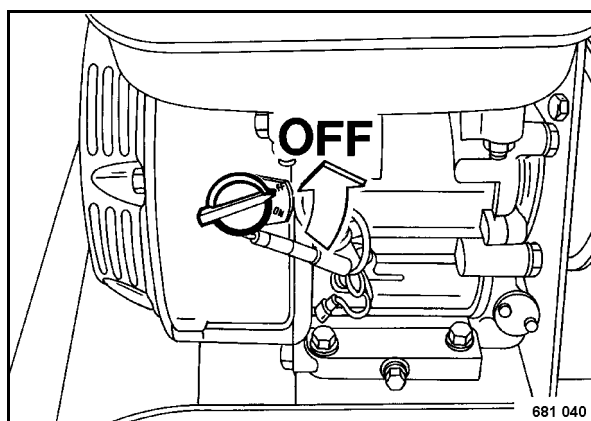

рис. 20
- Переключить выключатель зажигания (рис. 20) в положение "OFF". Двигатель останавливается.